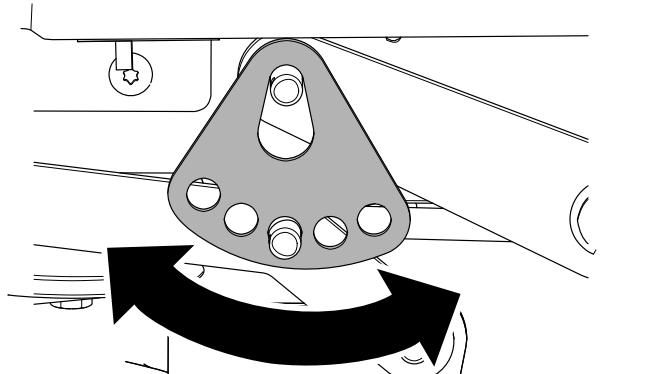

**Bild 71**
7. Drehen Sie die Schnitthöhenplatte in ein anderes Loch, so dass sie das Gewicht des Mähwerks nach der Montage der Platte trägt (Bild 71).
8. Montieren Sie die Unterlegscheibe und den Splint (Bild 71).